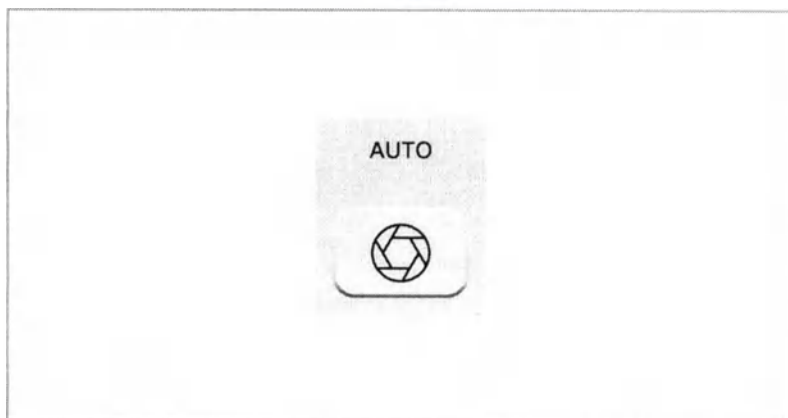

Рисунок 4.3
1. Убедитесь в том, что настройка  на панели управления соответствует режиму [AUTO] (см. рисунок 4.3).